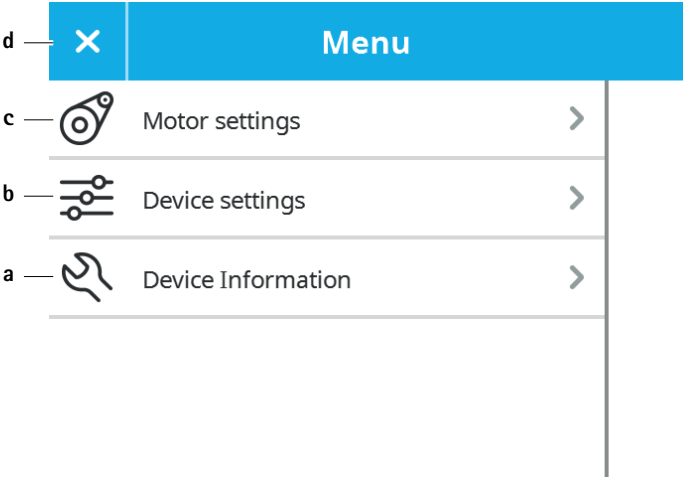

Рис. 8 Меню системных настроек
- ▶ Вызов меню системных настроек: Нажать кнопку меню системных настроек h, см. Пример панели управления. Открывается меню системных настроек, см. Рис. 8.